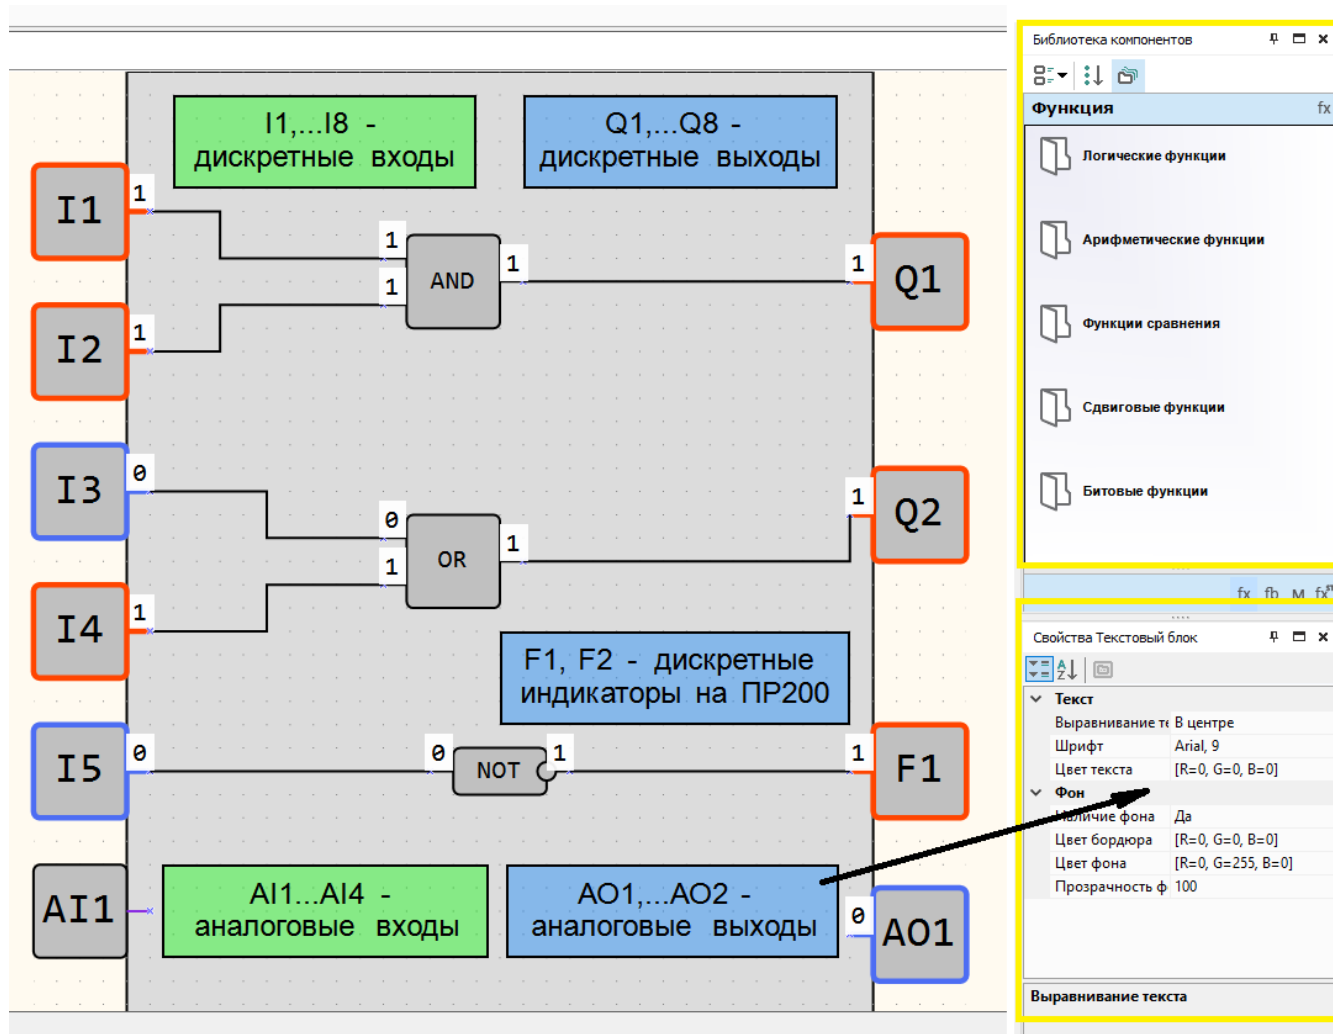

Рисунок 3 – Основные логические функции
4. При необходимости можно оставлять комментарии на поле для программирования (рис. 2, рис.3). В свойствах компонента указать цвет выделенной области, место расположения комментария и т.д.